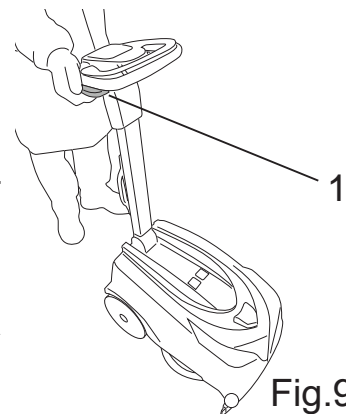

Fig.9
Dra i reglerspaken (bild 9-ref.1) och luta sedan skaftet i önskat läge, släpp sedan spaken och skaftet förblir i det läget.